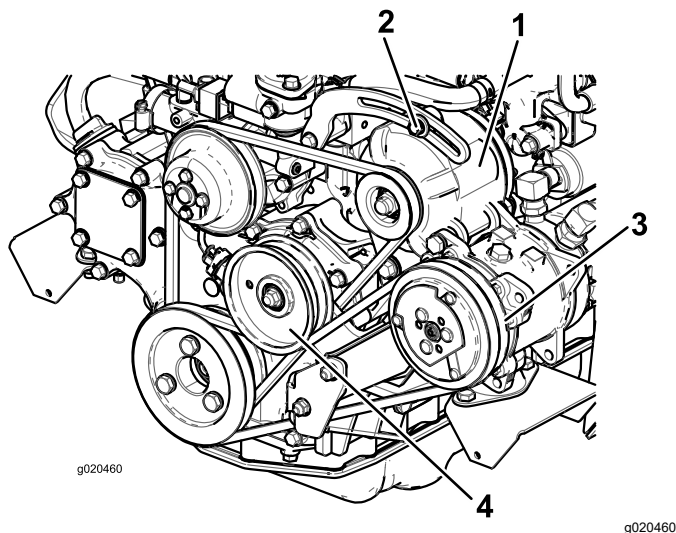

Figure 114
Si vous n'obtenez pas une flèche de 10 mm (3/8 po), desserrez les boulons de fixation de l'alternateur (Figure 114).
Vérifiez l'état et la tension de la courroie (Figure 114) toutes les 100 heures de fonctionnement.
2. Si vous n'obtenez pas une flèche de 10 mm (3/8 po), desserrez les boulons de fixation de la poulie de tension (Figure 114). Augmentez ou diminuez la tension de la courroie du compresseur et resserrez le boulon. Contrôlez de nouveau la flèche de la courroie pour vérifier si la tension est correcte.